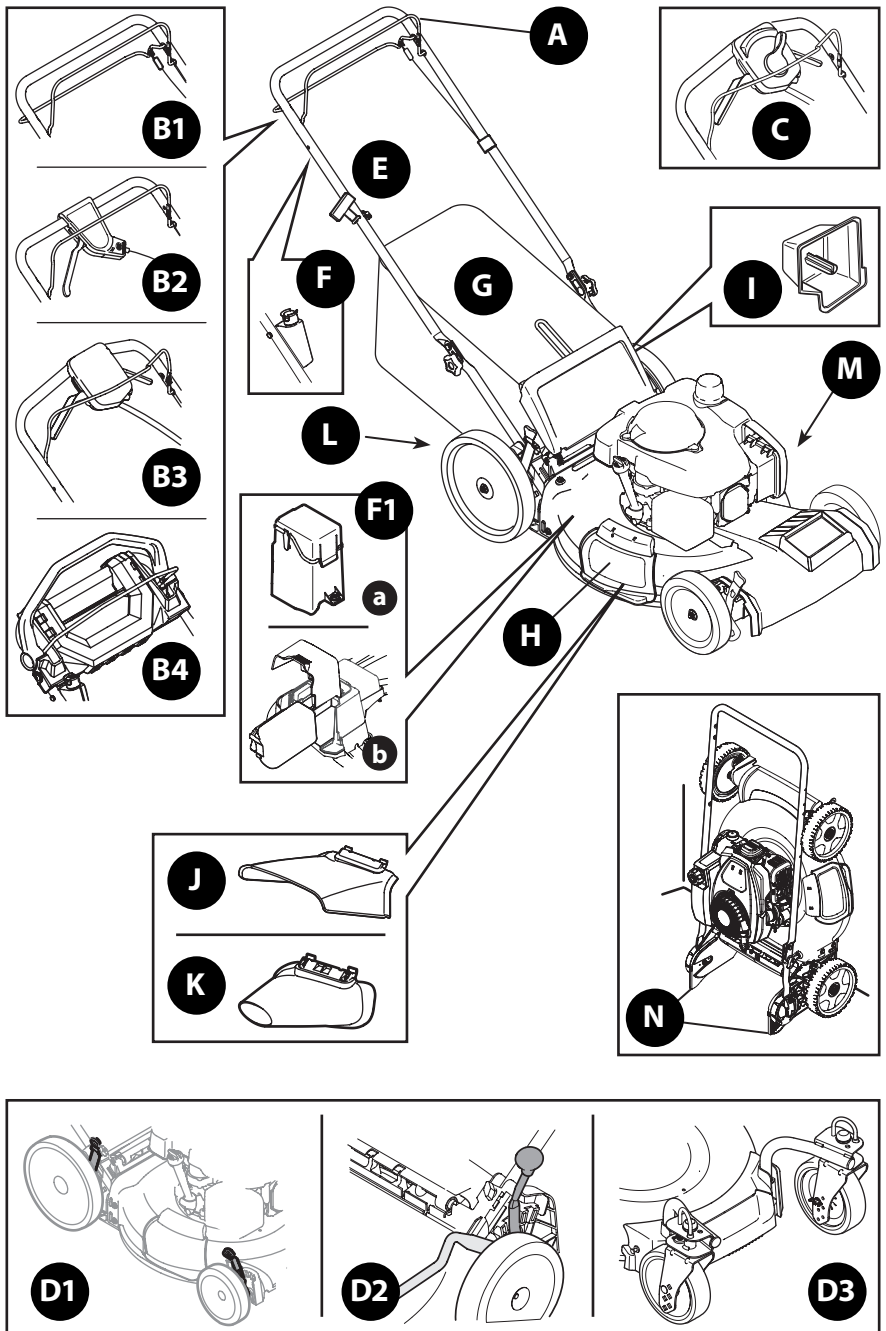

Figura 33
- Las cortadoras de césped que están equipadas con arrancadores eléctricos también están equipadas en una caja cerrada para baterías (a) o un paquete de baterías de que se pueda extraer (b) (Figura 33 en la página 38).